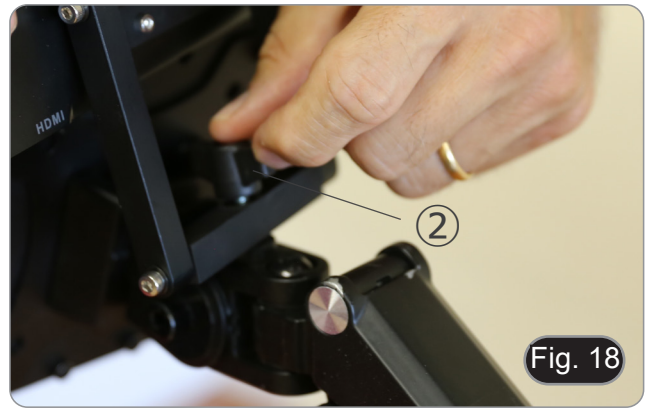

Fig. 18
12. Stecken Sie den mitgelieferten Knopf ② in die Monitorhalterung und schrauben Sie ihn dann in das Gewindeloch des horizontalen Arms. (Fig. 18)